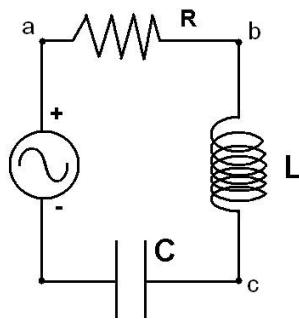

Figura 3: Circuito RLC
1.- Arme el circuito de la figura 3 con $C = 3300 \text{ pF}$ y $L = 22 \text{ mH}$. R representa la suma de la resistencia de la bobina y la resistencia interna de la fuente (50Ω), esto significa que no debe agregar otra resistencia al circuito.
1.- En el circuito de la figura 3, reemplace R por una resistencia variable (potenciómetro) de 10 k Ω .
Considerar un circuito compuesto por un diodo y una resistencia conectados a un voltaje sinusoidal, como se muestra en la figura 3 (derecha). Durante el semiciclo positivo del voltaje aplicado el diodo queda polarizado en directo, permitiendo el paso de la corriente a través de él. Si el diodo se considera como ideal, éste se comporta como un cortocircuito, (Fig. 3), entonces toda la tensión aparecerá a través de la resistencia.
Figura 3: Polarización directa. (Izquierda) V_{in} y V_{out} en función del tiempo. (Derecha) Circuito con un diodo y una resistencia. En esta parte del ciclo circula una corriente I no nula.